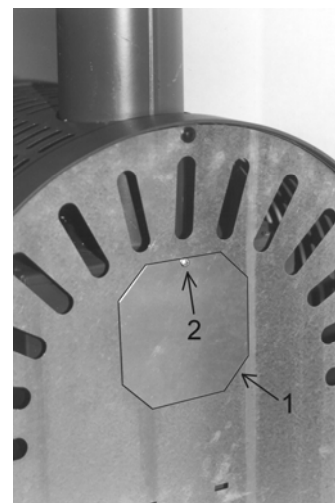

Abbildung 12: Ölofen Viking 468.50
3. Das Loch vor dem Rohrstutzendeckel in der Geräterückwand muß unbedingt abgedeckt werden, andernfalls ist eine Beeinträchtigung von Wärmestrahlung auf die Stellwand (z.B. Tapete) nicht auszuschließen! Montieren Sie dafür die beigelegte Abdeckscheibe (1) mit der Blechschraube (2) an der Rückwand (siehe Abbildung 12).